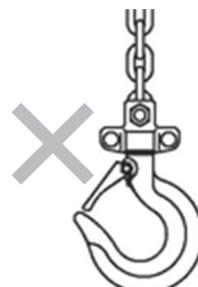

図 4
- フックの外れ止めが飛び出た場合は、負荷を超えているため直ちに操作を停止してください(図4)。